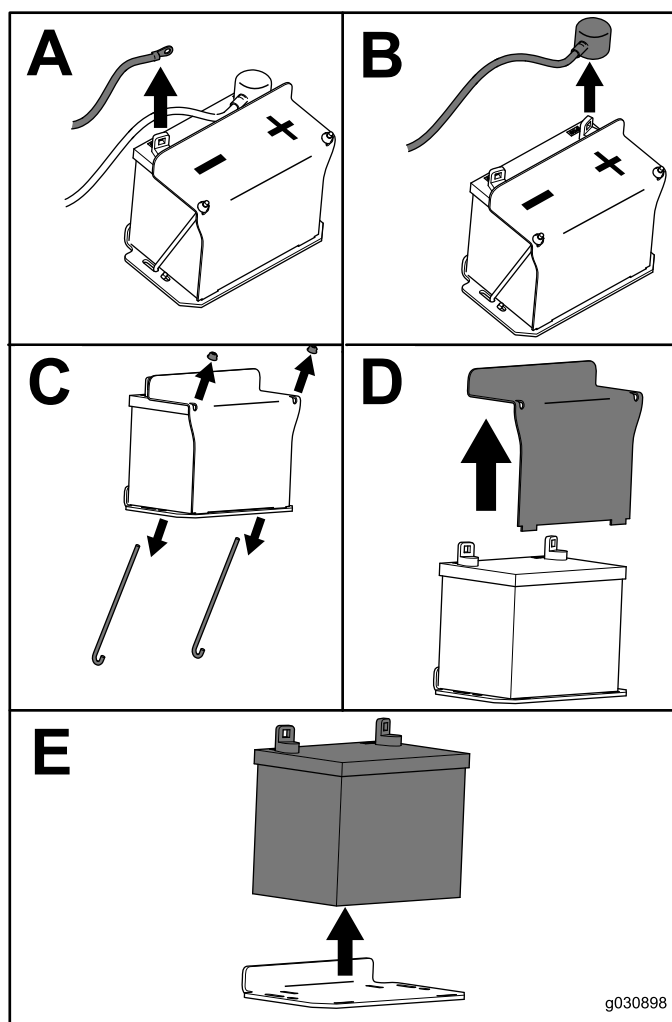

Figure 47
3. Retirez la batterie, comme montré à la Figure 47.